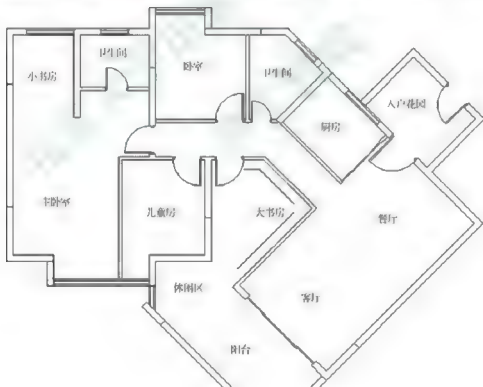

图 7-44
**步骤2:** 使用多行文字工具A输入文字, 如图7-44所示。